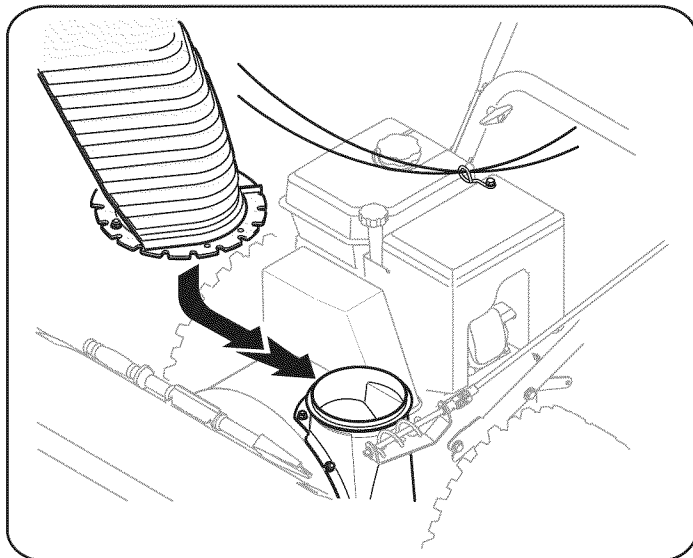

Figure 4
6. Lugar de reunión en la tolva de base como se muestra en la fig. 4, asegurándose de que las muescas comprometerse con la espiral final de la tolva de control direccional.
8. Si no lo ha hecho, deslizamiento de los cables que van desde el panel de manejar a la tolva de descarga en el cable guía se extienda a la parte superior del motor. Ver fig. 4.